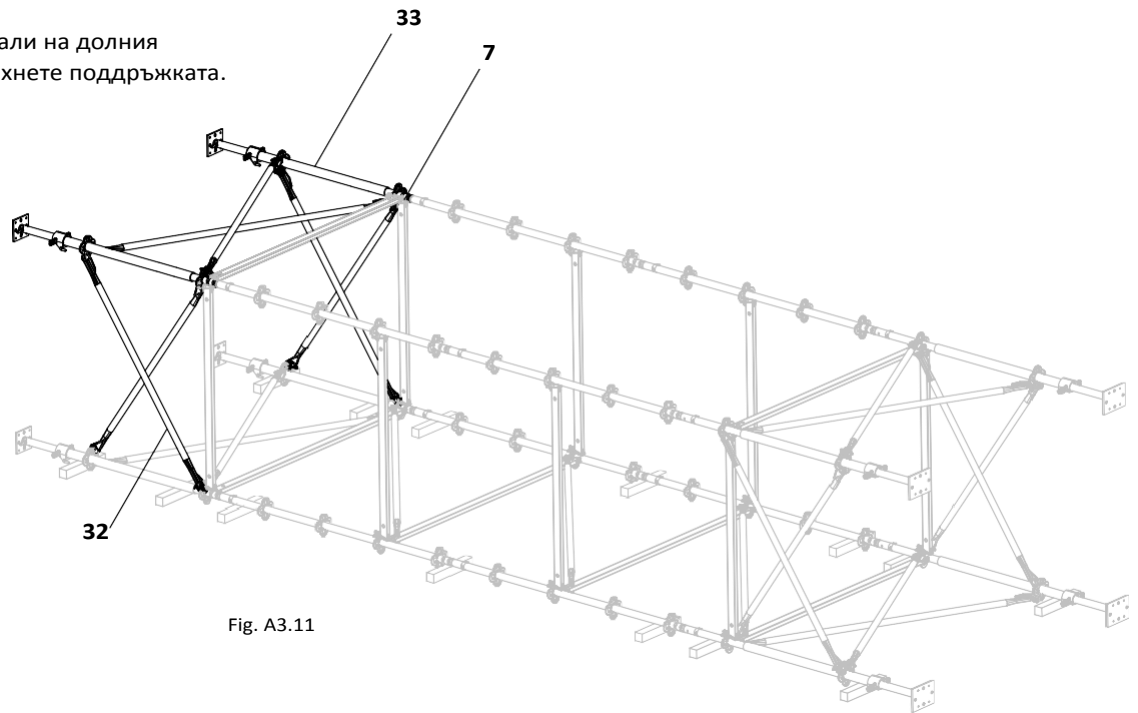

Fig. A3.11
9. Прикрепете подготовения долен елемент (33) за втората рамка и го закрепете със заключващи щифтове (7). Осигурете временна поддръжка на долния елемент.
10. Посавете диагонали на долния елемент (32). Махнете поддръжката. (Fig. A3.11)